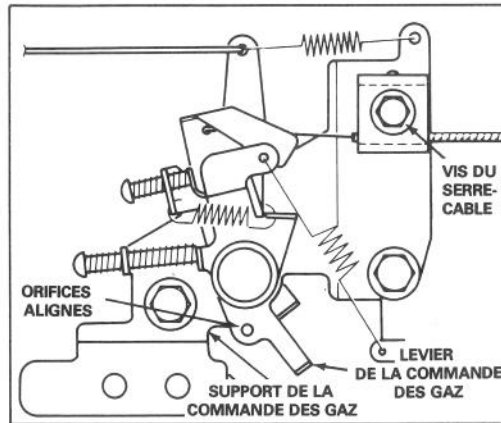

Figure 13
4. Desserrez la vis du serre-câble jusqu'à ce que le câble de la commande des gaz glisse (Fig. 13). Alignez les orifices du levier de la commande des gaz avec ceux du support de la commande des gaz. Tirez légèrement le câble de la commande des gaz pour y ôter toute trace de battant et serrez la vis du serre-câble pour fixer le tout en place.